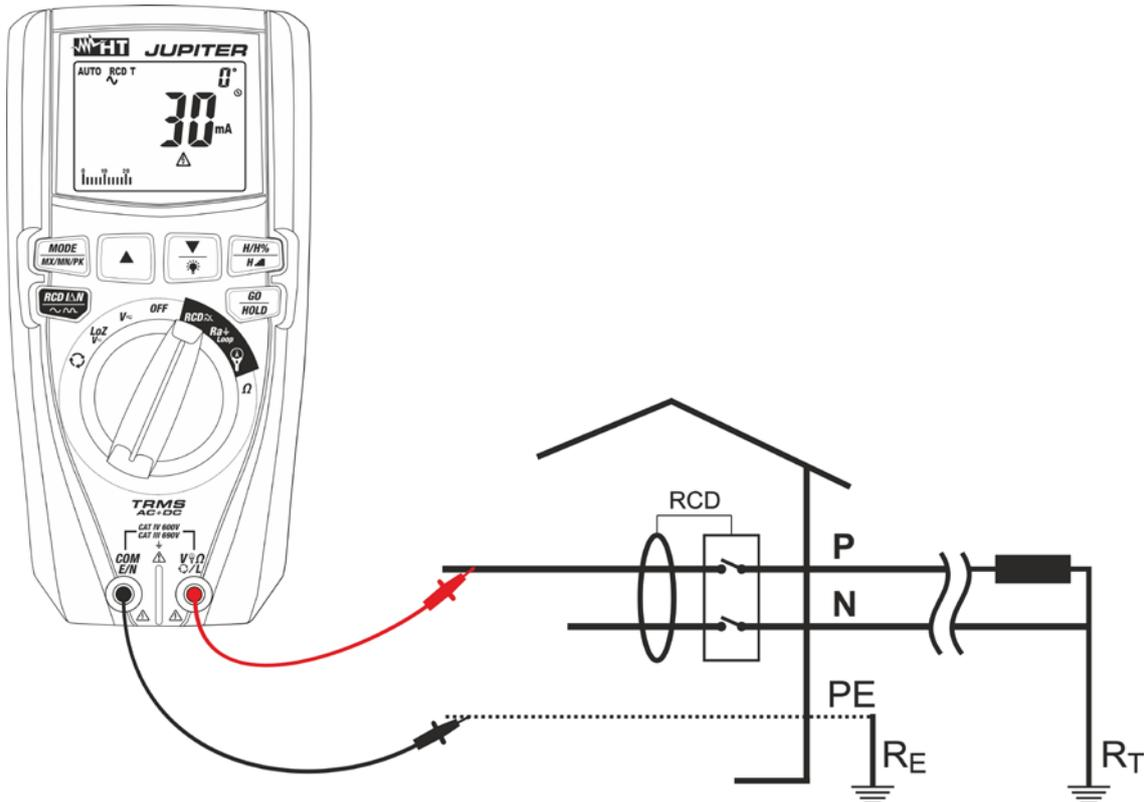
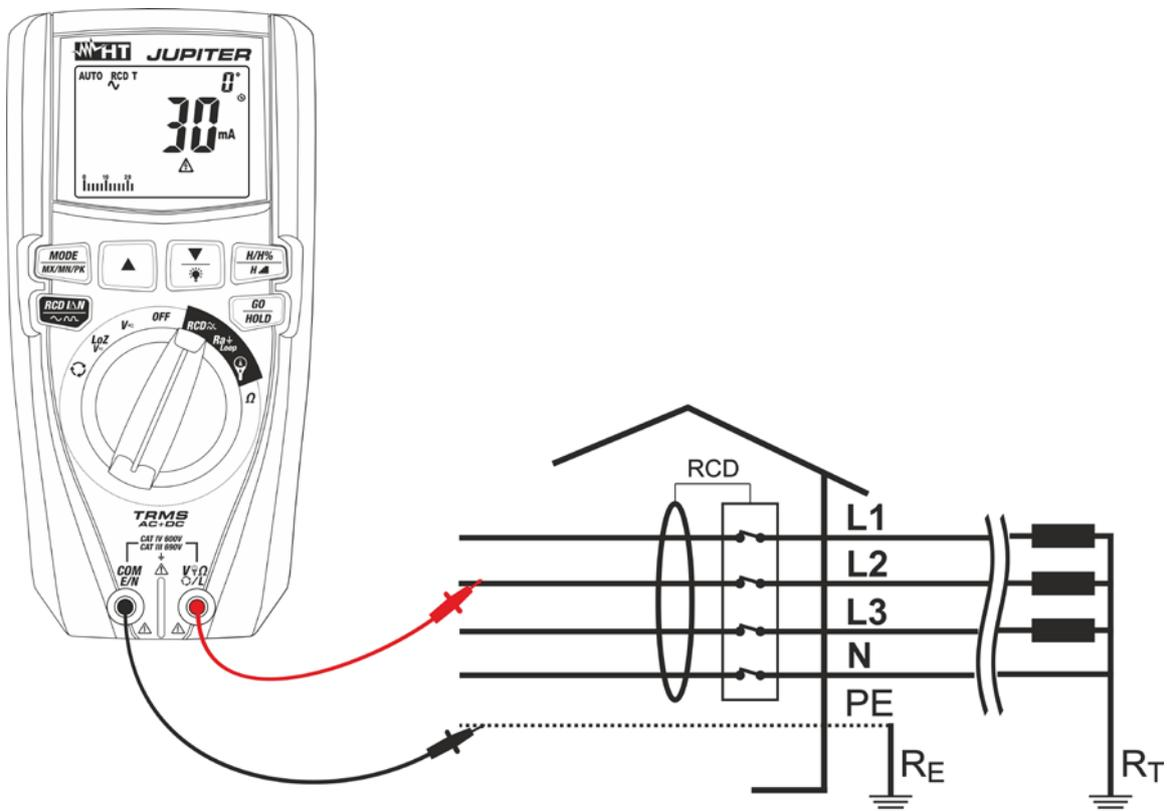

Fig.30: Uso do instrumento para teste do RCD num sistema Monofásico com ponteiras de medida
Fig. 31: Uso do instrumento para teste do RCD num sistema Trifásico com ponteiras de medida
7. No caso de uso das ponteiras de medida inserir o condutor vermelho no terminal de entrada **VΩL** e o condutor preto no terminal de entrada **COM/E/N** e ligar o instrumento à instalação em exame (ver Fig. 30 ou Fig. 31). A presença da tensão Fase-Terra é mostrada na barra gráfica